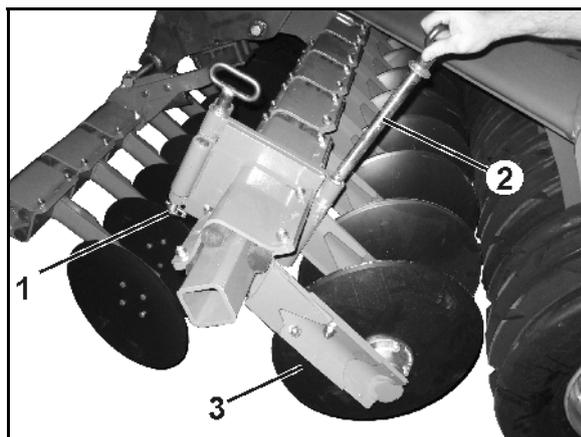

Fig. 72
- 9.1 Desserrer la goupille d'arrêt (Fig. 72/1).
- 9.2 Retirer le goujon de blocage (Fig. 72/2).
- 9.3 Rabattre le disque de bordure (Fig. 72/3) et le bloquer dans cette position avec le goujon.